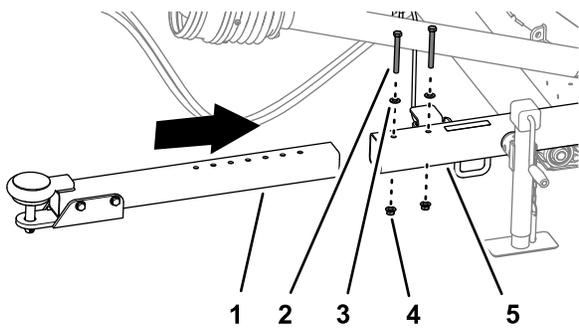

図 6
- ヒッチチューブをレシーバチューブに固定しているフランジロックナット 2 個、キャップスクリュー 2 個、ワッシャ 2 枚を外す 図 6。